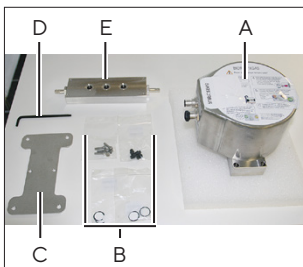

Abb. 4b: Zusammenbau vorbereiten (B) Ersatzteilkit 2: SB-20-02-0001, Ersatzteilkit für BioPAT® Xgas
Für den Zusammenbau brauchen Sie (Abb. 4b):
- ▶ Legen Sie nun die 4 TORX Schrauben M4x16 (Abb. 4b: E) in die Bohrungen am BioPAT® Xgas ein, ohne diese festzuschrauben. So ist es einfacher, den BioPAT® Xgas an der richtigen Stelle am Durchflussadapter zu platzieren (Abb. 4i).
- ▶ Legen Sie die Wandmontageplatte auf den Durchflussadapter und befestigen Sie die Grundplatte mit den beiden Senkkopfschrauben M4x6 (Abb. 4b: E) am Sensor (Abb. 4k).